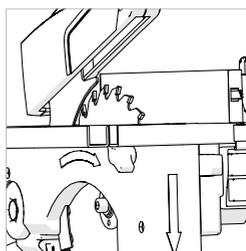

Fig. 21
- Deslize o conjunto da guia até à lâmina, levantando o dispositivo protetor da lâmina com a mão, de modo a que a placa frontal fique apoiada na lâmina e sob o dispositivo de proteção de lâmina. (Fig. 21)